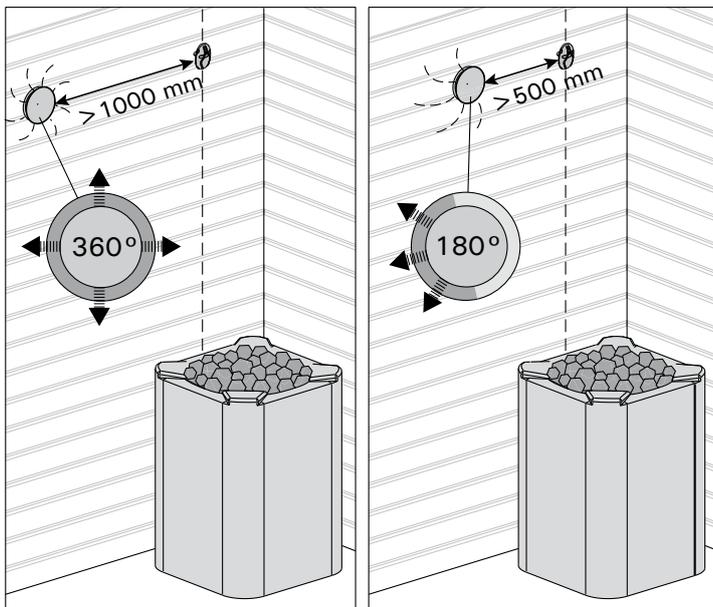

Figura 10. Distanza minima tra il sensore e gli sfiatatoi
**NOTA:** Non installare il sensore di temperatura a meno di 1000 mm da uno sfiatatoio onnidirezionale o a meno di 500 mm da uno sfiatatoio non rivolto verso il sensore. Vedere la figura 10. Il flusso di aria in prossimità degli sfiatatoi raffredda il sensore, che potrebbe pertanto riportare alla centralina misurazioni della temperatura non corrette, con conseguente surriscaldamento della stufa.